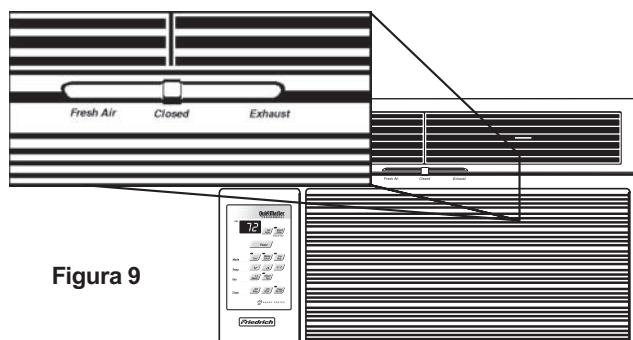

Figura 9
- ② **COOL** - Pulse el botón **Cool** (Frio) para cambiar automáticamente a COOL.
- ③ **FAN ONLY** - Pulse el botón **Fan Only** si sólo quiere que funcione el ventilador. Puede utilizar esta función en combinación con FRESH AIR / EXHAUST para que entre aire de fuera o para sacar el aire estancado de la habitación. (Para más información consulte la figura 9 de la página 25).
- ④ **MoneySaver®** - Pulse el botón **MoneySaver®** para activar la función de MoneySaver®. De esta manera se pone en marcha el ventilador con el compresor para que el ventilador no esté en funcionamiento constante.
Puede utilizar **Fan Only** con EXHAUST para que entre AIRE FRESCO de fuera o para sacar el aire estancado de la habitación. Esto es muy útil en primavera y en otoño cuando no es necesario enfriar la habitación. Los mandos FRESH AIR y EXHAUST están en la parte superior por donde sale el aire. La posición central es normal o cerrada, que hace recircule el aire para lograr el máximo rendimiento en el modo aire frío (véase la figura 9).
Los mandos **Fresh Air** y **Exhaust** están en la parte superior por donde sale el aire (véase la figura 9 de la página 25). La posición central es normal o cerrada, que hace recircule el aire para lograr el máximo rendimiento en el modo de aire frío.
La unidad de aire acondicionado puede hacer que entre aire fresco en la habitación o sacar el aire estancado de la habitación. El interruptor de control está en la parte superior de la unidad (véase la figura 9).